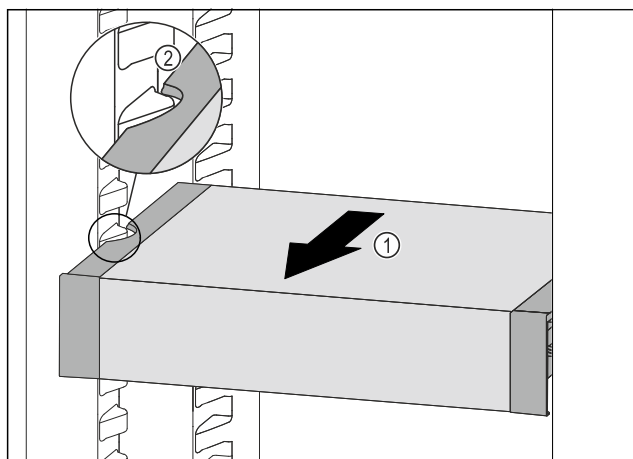

Fig. 82
- Tire del VarioSafe hacia delante Fig. 82 (1) hasta que los huecos laterales del VarioSafe se encuentren a la altura de la nervadura del recipiente en el compartimento del frigorífico. Fig. 82 (2)